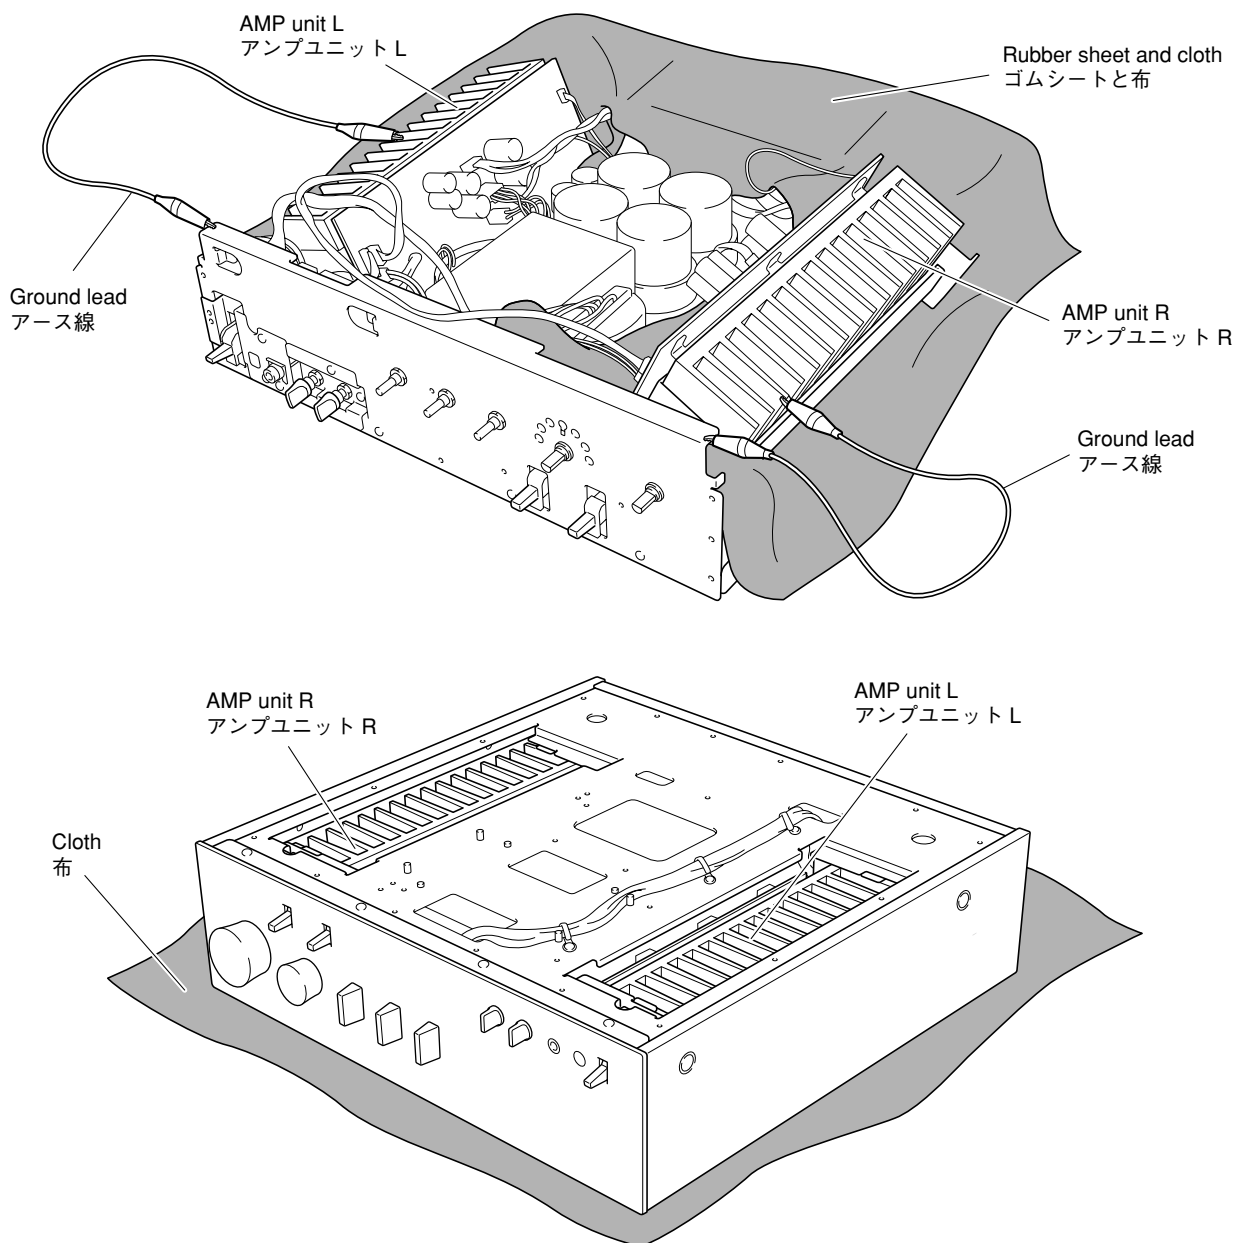

Fig. 7
- Put the rubber sheet and cloth over this unit. Then place the P.C.B. slantingly on the cloth and check it. (Fig. 7)
- In this unit, the ground of the amplifier unit L/R is connected to the chassis. When the amplifier unit L/R is removed from the chassis, connect the ground point to the chassis, using a ground lead wire or the like. (Fig. 7)
- It is also possible to check the amplifier unit L/R from the bottom. (Fig. 7)
- 本機の上にゴムシートと布を敷き、その上にP.C.B.を斜めに置いてチェックします。(Fig. 7)
- 本機ではアンプユニットL/Rのアースがシャーシに接続されています。アンプユニットL/Rをシャーシより取り外した場合は、アース線等でシャーシに接続してください。(Fig. 7)
- アンプユニットL/Rは底面からチェックすることもできます。(Fig. 7)